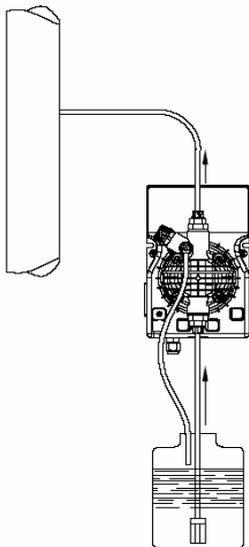
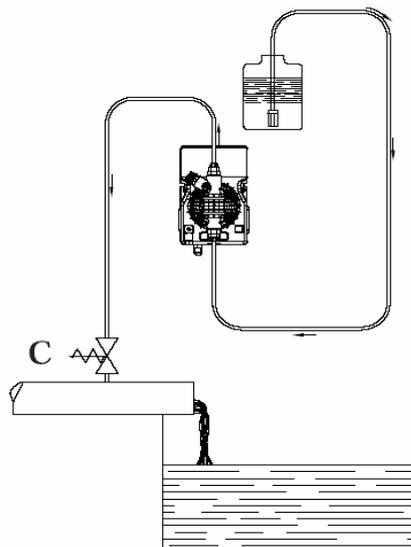

Bild 4: Anordnung der Pumpe
Bild 5: Anordnung der Pumpe
- c- Montieren sie die Pumpe wie in **Bild 4** dargestellt ist. Die Pumpe kann entweder über oder unter dem Flüssigkeitsbehälter angebracht werden. Beachten sie dabei, dass die maximale Saughöhe von 2 Meter nicht überschritten wird. Wenn die Pumpe bei atmosphärischem Druck arbeitet (kein Gegendruck) und der Chemikaliertank oberhalb der Pumpe angebracht ist, muss regelmäßig darauf geachtet werden, dass am Impfstventil keine Flüssigkeit austritt bei ausgeschalteter Pumpe **Bild 5**. Sollte das Problem auftreten, so kann ein einstellbares Gegendruckventil abhelfen, welches zwischen Pumpe und Impfstelle eingebaut wird (C). Im Falle wenn die Flüssigkeit aggressive Dämpfe erzeugt, bringen sie die Pumpe nicht über dem Chemikalienbehälter an, es sei denn dieser ist hermetisch abgeschlossen.